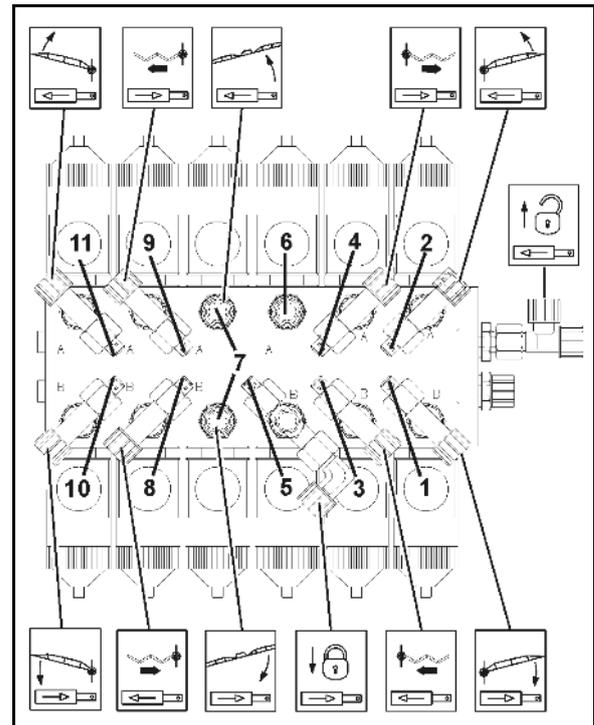

Fig. 199
2. Fjerne skruene (Fig. 199/1).
3. Ta av ventillokket (Fig. 199/2).
4. Ta av ventilgruppene (Fig. 199/3).
5. Ta ut ventiltetningsring (Fig. 199/4) og O-ring (Fig. 199/5).